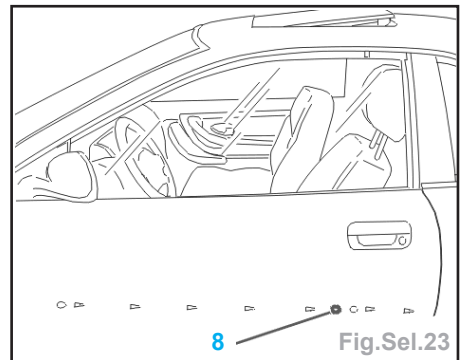

Fig.Sel.23
- Serrer la vis de blocage du rail fixe de lève-glace en accédant par le trou (8) et serrer à $0,6\text{ daN.m}$ (Fig.Sel.23).